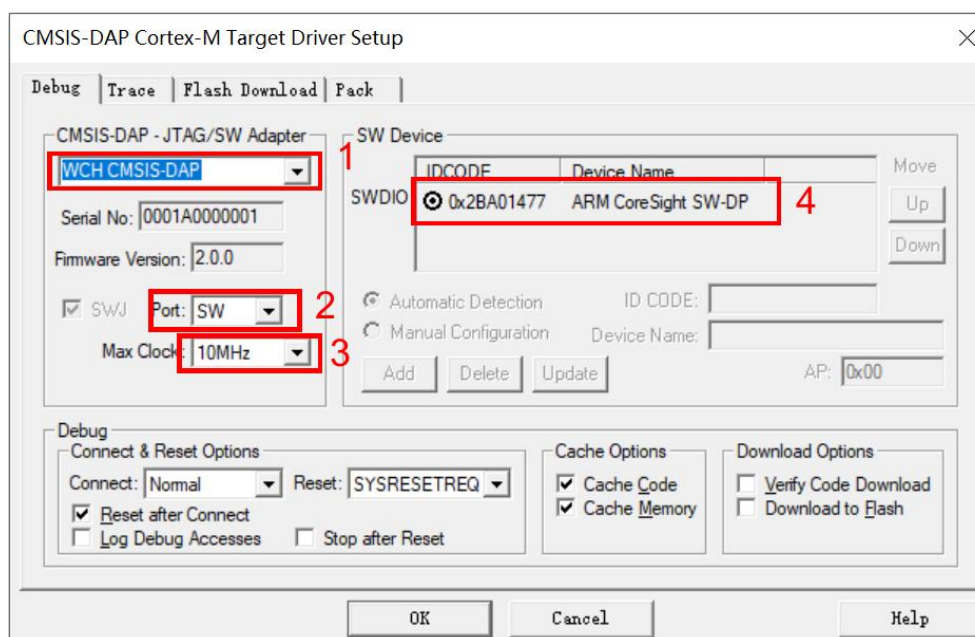

图 4
④ “CMSIS-DAP Cortex-M Target Driver Setup”界面中根据图 4 中标注的 1.2.3 选择相应内容。其中 3 标注框内可根据仿真器的线长选择相应的速度，仿真器的数据线和灰排线或杜邦线越长，速度建议设置越低。确保 1.2.3 设置正确。